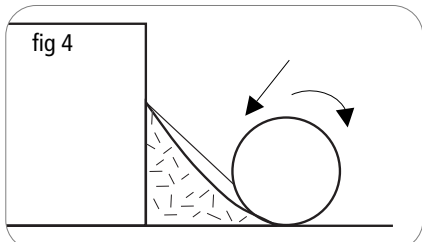

fig 4
- 5 Polish the welding surface with a grindstone trying to maintain the grooves caused by the grindstone parallel to the border of the lip (**fig. 4**).
- 5 Alisar con una desbarbadora, procurando que las estrías que deja la piedra sean paralelas al borde del labio (**fig.4**).